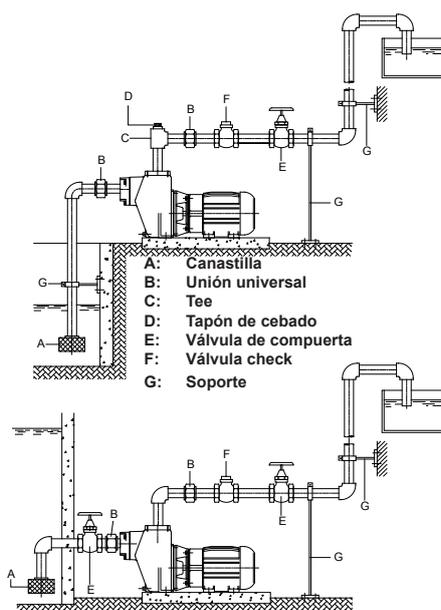
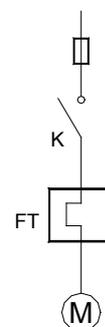

Fig.1a
Fig.1b
6. A la salida de la bomba, instale una válvula check y una de compuerta en este orden. En instalaciones con succión negativa (Fig. 1a) debe preverse una conexión adecuada para el cebado inicial de la caja de la bomba (tee con tapón).
1. Ceba la bomba. Llene la caja de la bomba con agua solamente la primera vez. En instalaciones con succión negativa (Fig. 1a) añada agua a través de la Tee y coloque el tapón suavemente. En instalaciones con succión positiva (Fig. 1b) sólo abra la válvula de compuerta de la succión.
3. Regule la válvula de descarga aproximadamente a la mitad de la apertura total. En instalaciones con succión positiva (Fig. 1b) verifique que la válvula instalada en la succión se encuentra totalmente abierta.
5. Arranque la electrobomba. En instalaciones con succión negativa (Fig. 1a) la bomba tomará algunos segundos en cebar la línea de succión. Una vez iniciado el bombeo controle inmediatamente